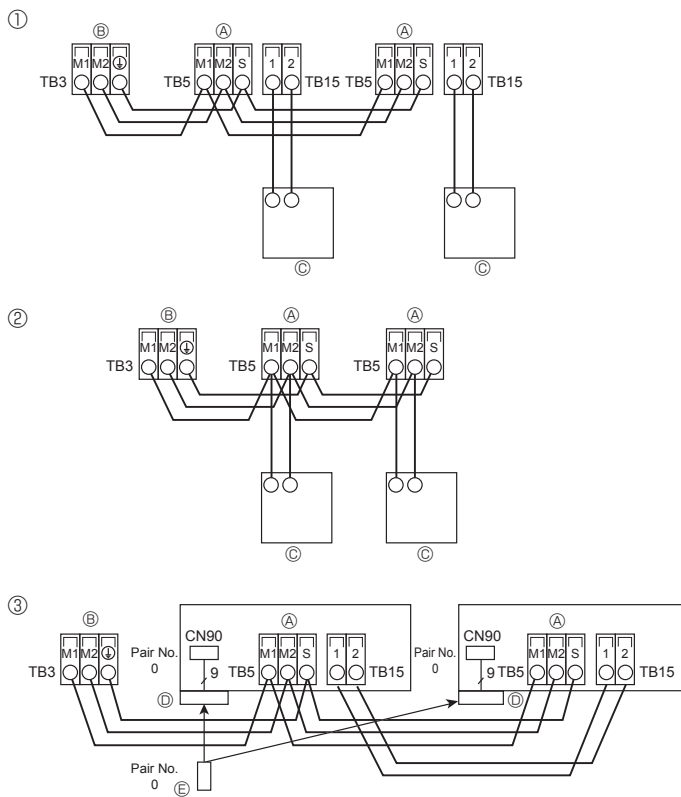
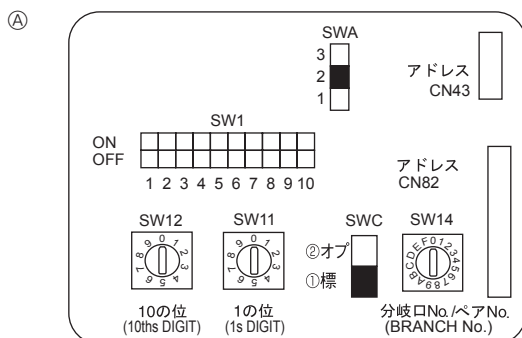

Fig. 6-3
Fig. 6-4
6.4. Uzaktan kumanda ünitesi, iç ve dış iletim kablolarının bağlanması (Fig. 6-3)
- ① MA Uzaktan kumanda ünitesi
- ② M-NET Uzaktan kumanda ünitesi
- ③ Kablosuz uzaktan kumanda (Kablosuz sinyal alıcı monte edilirken)
- ④ İç iletim kablosu terminal bloğu
- ⑤ Dış iletim kablosu terminal bloğu (M1(A), M2(B), Ⓢ(S))
- ⑥ Uzaktan kumanda ünitesi
- ⑦ kablosuz sinyal alıcısı
- ⑧ kablosuz uzaktan kumanda
6.5. Adreslerin düzenlenmesi (Fig. 6-4)